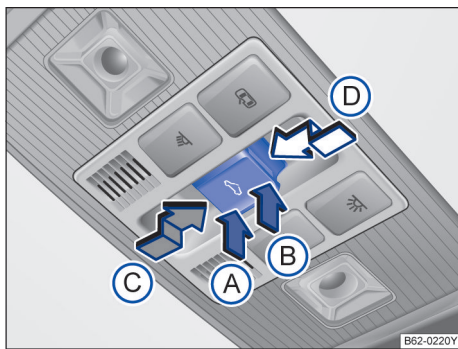

图 57 顶篷上的天窗控制按钮
按钮→图 57 设有 2 挡位置。1 挡位置:可完全打开天窗,或部分翻开天窗,打开或关闭天窗。
- 触发防夹功能后 5 秒钟内按压  按钮 → 图 57，沿箭头①方向将按钮保持在 2 挡位置，直至天窗完全关闭。